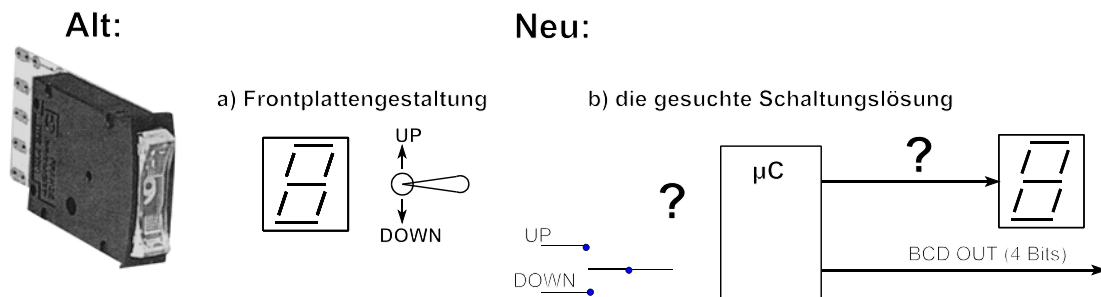

Abb. 10 Rändelschalter
29. Ein herkömmliches Bauelement zur Zifferneingabe ist der Rändelschalter (Thumbwheel Switch). Dieser elektromechanische Apparat soll durch einen Mikrocontroller mit Siebensegment-Zifferanzeige (LED oder LCD) abgelöst werden. Eingangsseitig soll ein Dreistellungsschalter (Kipp- oder Wippmechanik) verwendet werden (Abb. 10).